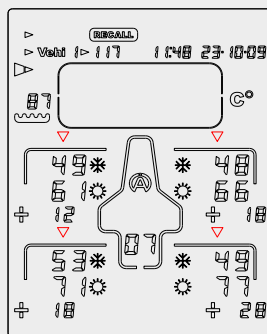

Figura 12
- 6) Premendo ancora il tasto  o  Tyrecontrol mostra la terza parte di dati, cioè le temperature al centro dei pneumatici, prima  e dopo  l'uscita + gli scarti (figura 12).